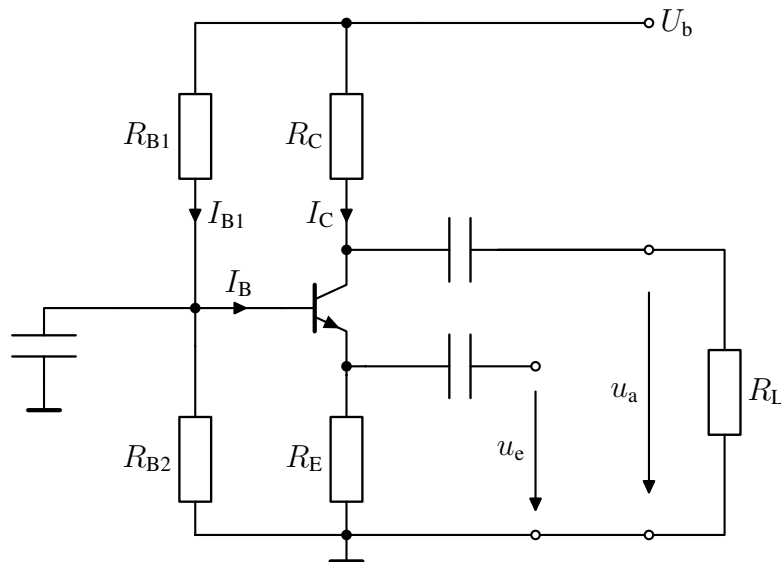

Abbildung 4
Gegeben ist die Schaltung in Abb. 4. Der Transistor besitzt die folgenden Charakteristiken:  $B = \beta = 250$ ,  $|U_A| = 100 \text{ V}$ . Im Arbeitspunkt fließt ein Strom von  $I_C = 10 \text{ mA}$  und es gilt  $U_{BE} = 0,9 \text{ V}$ . Die Näherung  $I_C \approx I_E$  kann angenommen werden. Die Vorspannung beträgt  $U_b = 5 \text{ V}$ , der Lastwiderstand beträgt  $R_L = 100 \Omega$ . Außerdem gilt  $R_C = 200 \Omega$  und  $U_T = 26 \text{ mV}$ . Falls Vereinfachungen angenommen werden, geben Sie diese an.
d) Zeichnen Sie das Kleinsignalersatzschaltbild der Schaltung aus Abb. 4.